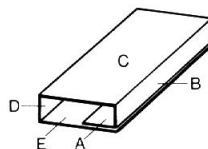

Bild 314
- () Abschnitt A innen gegen Abschnitt E kleben (Bild 314). Ferritstab (Teil 2) in den Wickelkörper einführen und Karton gegendrücken, bis die Klebestelle getrocknet ist.